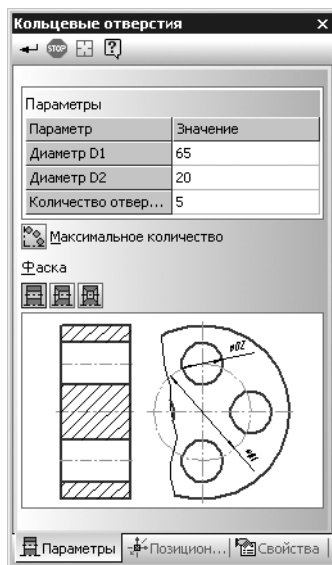

Рис. 11.13.
1. Раскройте на панели свойств **Кольцевые отверстия** вкладку **Параметры** (рис. 11.13). На вкладке содержатся элементы управления, названия которых приведены в таблице 11.7.